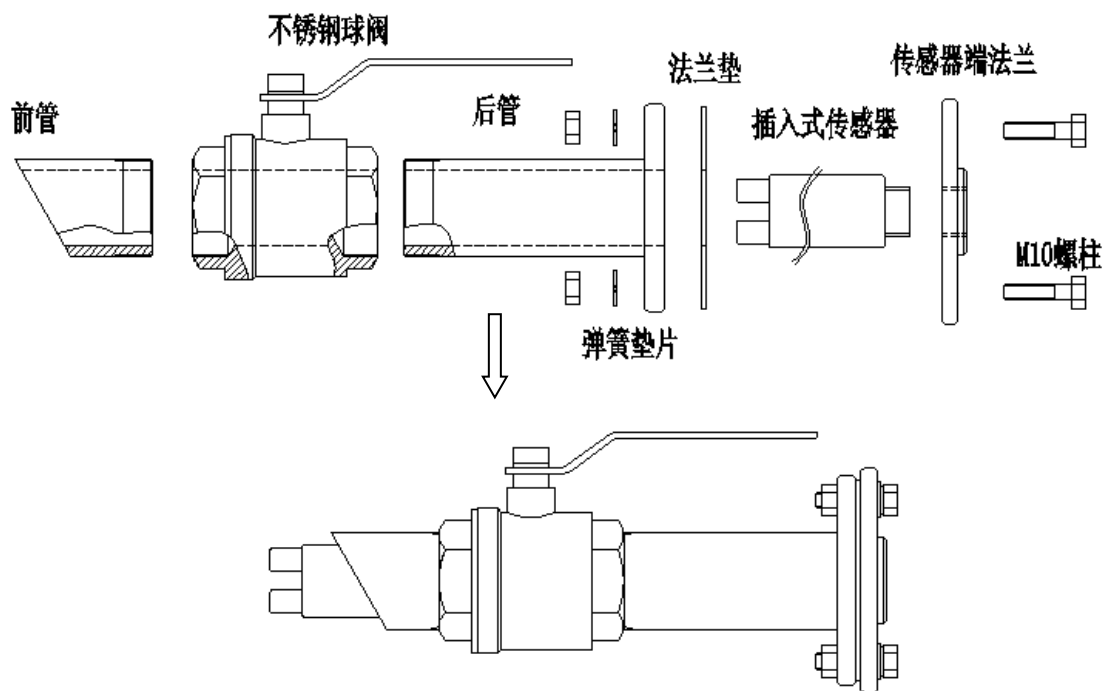

图 2-9 插入式传感器安装
- 1、 将图 2-9 中的前管与待安装传感器的管道相连（焊接），将不锈钢球阀与前管相连（螺纹连接）；然后将后管与不锈钢球阀相连（螺纹连接）；